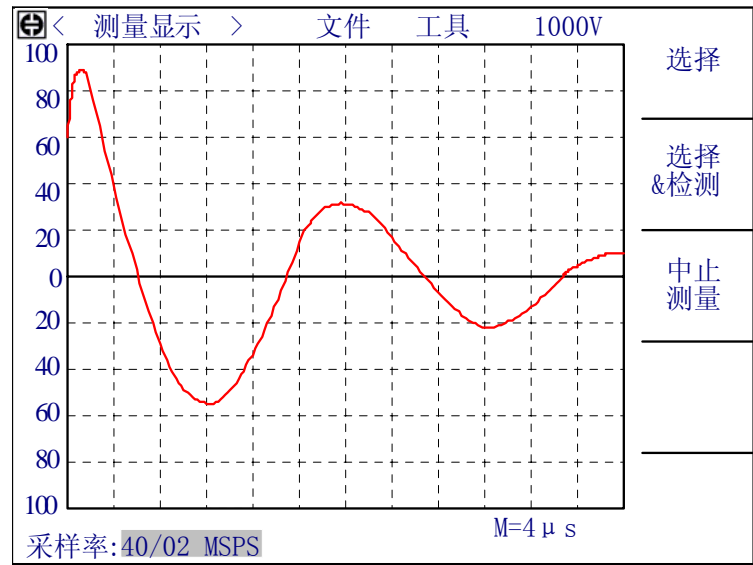

图 4-8 标准波形采样-连续循环
1. 连续循环：按下启动键后，仪器将循环的测试每个采样率下的标准波形，而且每两次测试间将等待一段时间，等待用户的操作，此时可用的软键如图 4-8 所示。